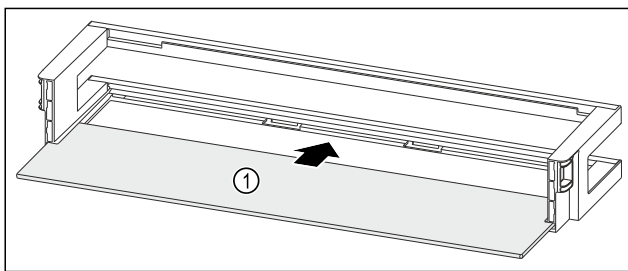

Fig. 119 Ajtópolc tárolólappal
- ▶ Tolja be a tárolólapot Fig. 119 (1) az oldalsó mélyedésekbe.